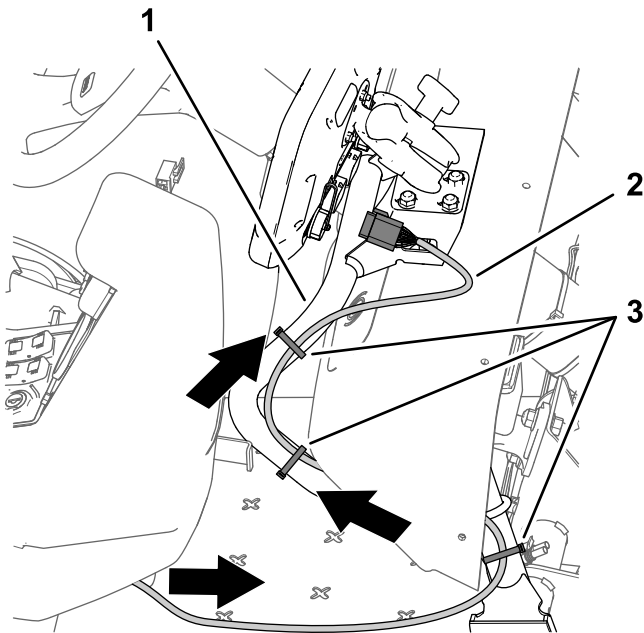

Figura 205
1. Encaminhe a secção com 220 cm da cablagem dos dados (a secção da cablagem com o conector de 26 tomadas) para a frente e por baixo do painel de instrumentos (**Figura 205**).
2. Encaminhe a secção com 220 cm da cablagem de dados ao longo do tubo de suporte do monitor (**Figura 205**).
4. Certifique-se de que a secção com 220 cm da cablagem de dados tem folga suficiente para permitir que o operador do pulverizador ajuste a posição do monitor e prenda a cablagem ao tubo de suporte do monitor com braçadeiras de cabos como se mostra na **Figura 205**.